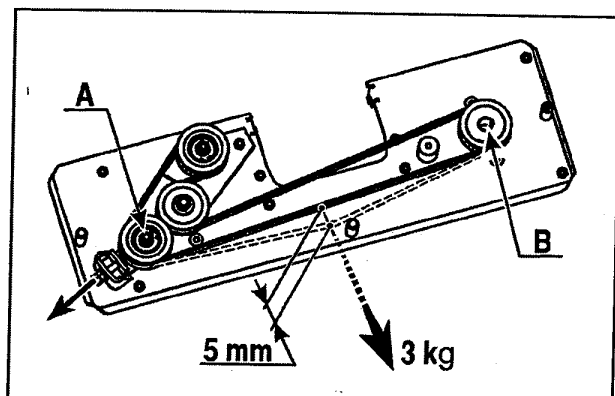

Fig. 36
COURROIE DE LA TONDEUSE (Fig. 36) REGLAGE DE LA COURROIE CRANTEE
5. Régler l'écrou M10 jusqu'à atteindre la tension spécifique décrite sur la figure 36.
Courroie crantée de tondeuse	voir Fig. 36